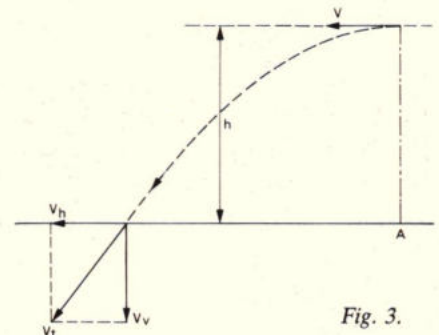

Fig. 3.
c. De snelheid waarmee het voorwerp de grond treft, bestaat uit twee componenten. De horizontale component is $V_h = 270 \text{ km/h} = 75 \text{ m/s}$. De verticale snelheid is $V_v = gt = 100 \text{ m/s}$ (fig. 3). De totale snelheid is nu $V_t = \sqrt{(V_h^2 + V_v^2)} = 125 \text{ m/s}$.